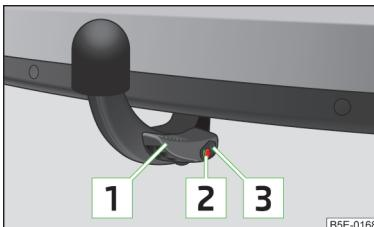

Fig. 155
- ✓ La palanca **1** está totalmente levantada » fig. 155.